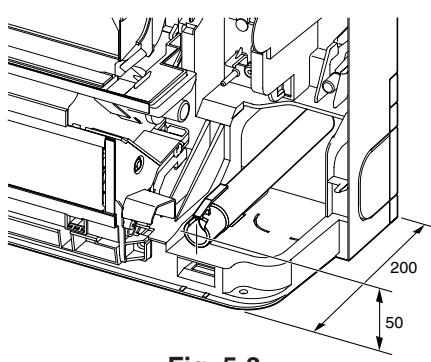

Fig. 5-3
- (A) Inclinação para baixo
- (B) Sem inclinação para cima
- (C) Água de drenagem acumulada
- (D) Ar
- (E) A extremidade da mangueira de drenagem está imersa em água.
- (F) Canal de drenagem
- (G) 50 mm ou menos do chão
- (H) Mangueira de drenagem
- (I) Tubo PVC fixável (diâmetro interno: 15 mm) ou tubo PCV rígido (VP-15)
- Ao orientar a tubagem de drenagem, certifique-se de que a mangueira de drenagem é orientada de acordo com o indicado. (Fig. 5-3)